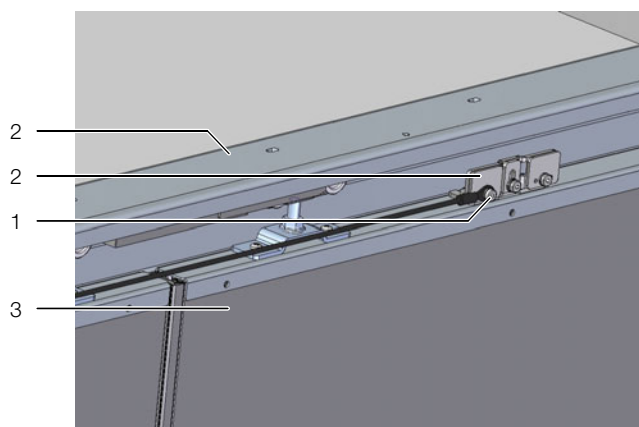

Abb. 42: Befestigung des Seilendes am Türmitnehmer 1
■ Dazu wird die vordere Schraube vom Türmitnehmer 1 gelöst. Das Seilende mit Öse vor den Flanschen führen und die Öse an der Schraube vom Türmitnehmer einhängen und die Schraube wieder am Türmitnehmer befestigen (Abb.42). Dabei ist darauf zu achten, dass das Seil nicht an den Flanschen und den Rollapparaten schleift!